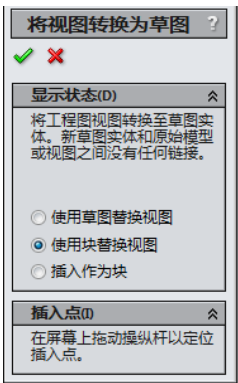

图 9-66 对话框
- 03 如图 9-66 所示，在对话框中，选择转换方式为【使用块替换视图】，然后单击展开【插入点】选项组，模型上出现操纵杆。拖动黑色箭头至某一位置，然后将坐标也拖至该位置，如图 9-67 所示。